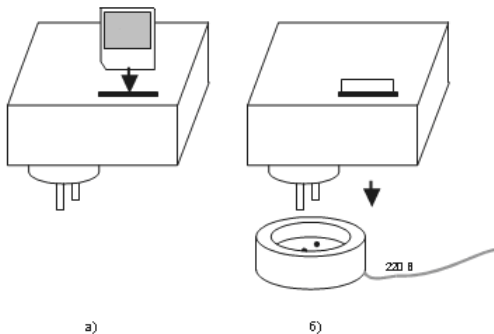

Рисунок 38
6.9.7 После подключения регистратора к измеряемой цепи (рисунок 38б), на лицевой панели последовательно кратковременно загораются сначала все светодиоды, затем светодиоды: «Минута», «Работа» и спустя несколько секунд начинает мигать светодиод «Режим». Затем светодиод «Минута» начинает мигать с интервалом в 1 с. Режим самодиагностики регистратора прошел успешно и регистратор ожидает начала новой минуты для начала регистрации ПКЭ.